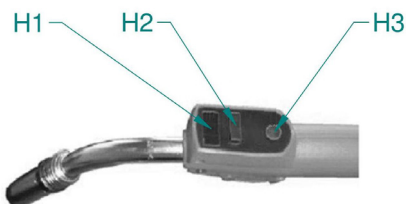

Рисунок 8: Пульт дистанционного управления из горелки.
9. Сварочное напряжение устанавливается с помощью потенциометра A16 напряжения см Рисунок 8.
Размер сварочного тока зависит от скорости подачи проволоки и напряжения. Характеристика ("твердость / мягкость») можно контролировать путем настройки индуктивности. Примерные настройки напряжения и тока MIG / MAG соответствуют эмпирической зависимости  $U_2 = 14 + 0,05 \times I_2$ . Выходное напряжение может быть определено в соответствии с рисунком Установить сварочный ток путем установки первого сварочного напряжения, а затем установить скорость подачи проволоки до тех пор пока свечение дуги не стабильна и существует минимальное разбрызгивание. Обратите внимание, что фактические значения параметров дуги могут незначительно отличаться в зависимости от настроек сварки и флуктуации напряжения. Для обеспечения высокого качества сварных швов и оптимальной настройки сварочного тока, убедитесь, что расстояние от контактного наконечника материала составляет прибл. 10x диаметр проволоки (рисунок 8).